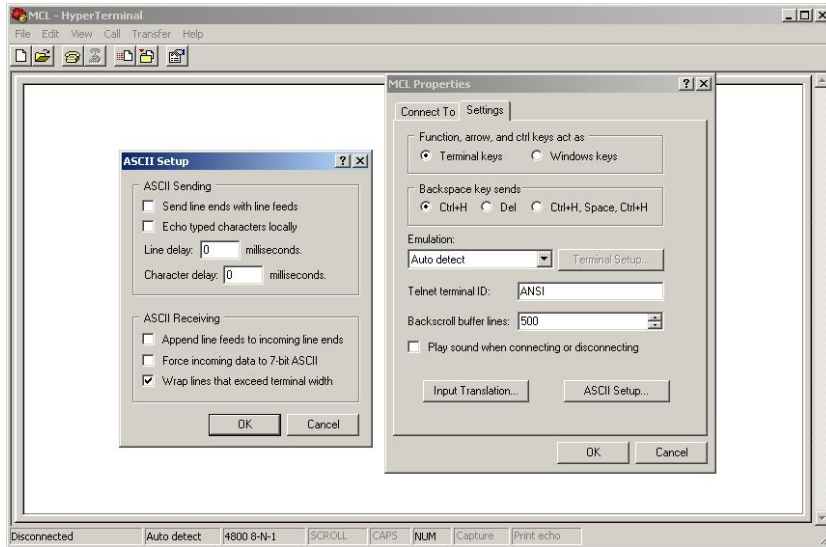

Рис.6.7
4. Нажмите кнопку „OK“ как изображено на рис.6.7;